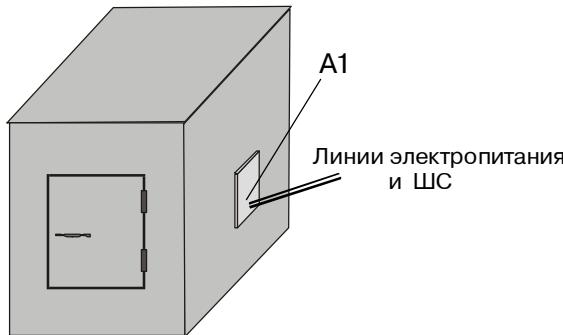

Рис. 85 - Пример установки извещателя на металлическом сейфе
5) место установки извещателя для охраны металлического сейфа или шкафа (рисунок 85) следует выбирать с учетом ограничения несанкционированного доступа к извещателю;